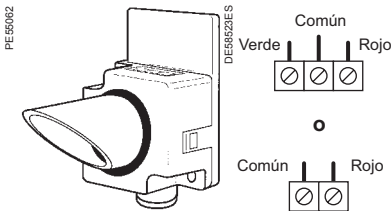

Fig. 7
- una caja externa estándar (fig. 7), fijación mural con 2 tornillos \varnothing 4 mm,